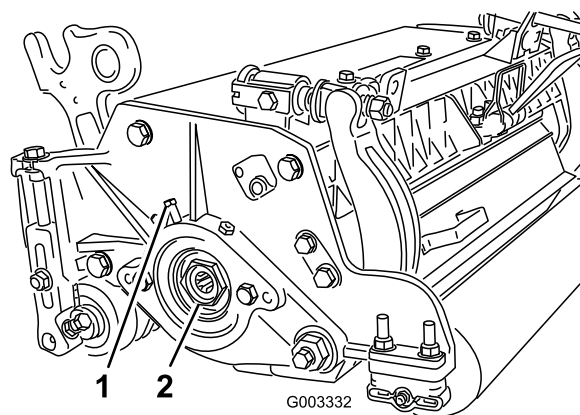

図 25
- A. カッティングユニットの左側にあるベアリング・ハウジングにベアリング調整ナットを固定している固定ネジをゆるめる（図 25）。